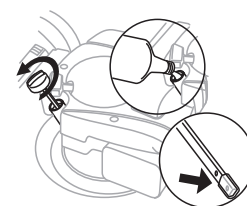

Fig.4
- Quita la varilla de aceite de la boca de llenado de aceite. (Fig.4)